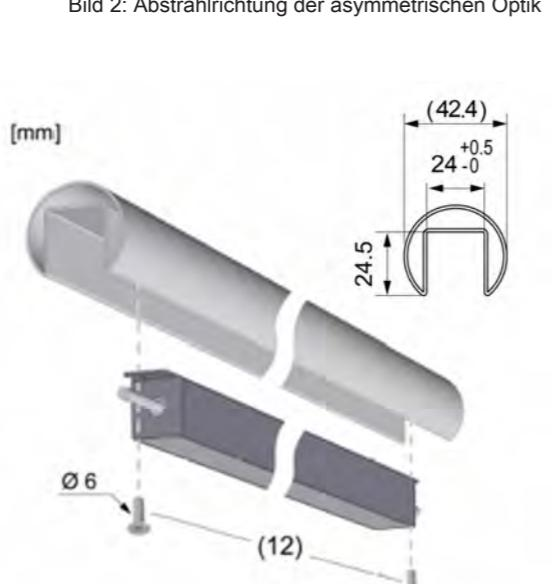

Bild 2
-  Bei der Montage beachten, dass es zwei Ausführungen der Leuchte gibt. Das Etikett auf der Leuchte (15) kennzeichnet die Abstrahlrichtung und die Seite, an der die Eingangsleitung angebracht ist (Bild 2).